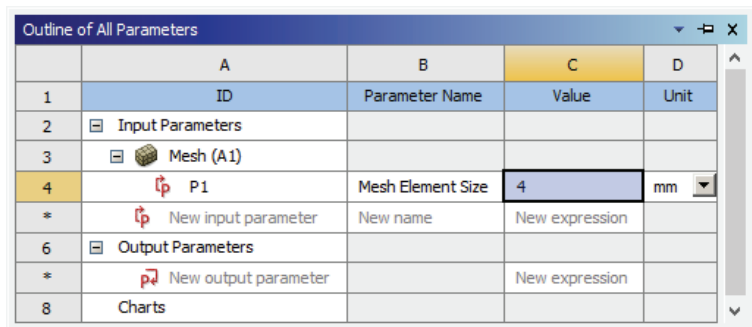

图 4-52 修改设计参数
4) 将 Outline of All Parameters 对话框中的 P1 设置为 4, 如图 4-52 所示。